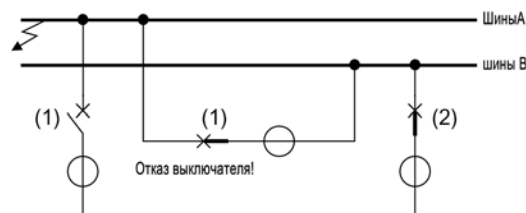

рис. 5-27 КЗ на системе шин ВZ А и отказ ШСВ
Если произошло КЗ на шинах при включенном шиносоединительном выключателе (ШСВ) (рис. 5-27, стр. 140), необходимо действовать на отключение выключателей всех присоединений поврежденной СШ, а также на ШСВ. (1)